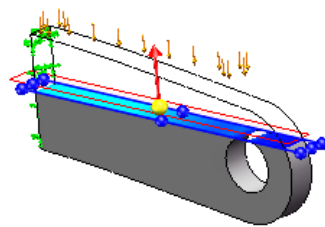

图 12.3.40 未切除部分显示图解
- ☒ **在模型的未切除部分显示轮廓** 复选框：选中该复选框，在未切除部分显示轮廓（图 12.3.40）。